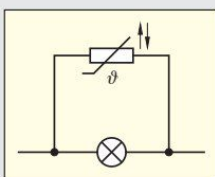

Bild 2: Teil einer Lichterkette
- In hochwertigen Lichterketten, bei denen die Lampen in Reihe geschaltet sind, leuchten trotz defekter Lampen die restlichen, nicht defekten Lampen weiter. Beschreiben Sie den Aufbau eines Teiles einer solchen Lichterkette (**Bild 2**) und erklären Sie die Wirkungsweise des NTC-Widerstandes.
Florian ist ganz begeistert: „Damit haben wir einfach genügend Power um die Party starten zu lassen“. Beim Aufbau zur Geburtstagsfeier ist ihm Harald, Auszubildender als Elektroniker für Betriebstechnik im 1. Ausbildungsjahr, behilflich. „Ganz so einfach ist die Sache mit der Power nicht“, fachsimpelt Harald. „Da sind schon einige Fakten zu beachten“. Er verweist seinen Freund auch auf die im Karton vorhandene Bedienungsanleitung (**Bild 2**).